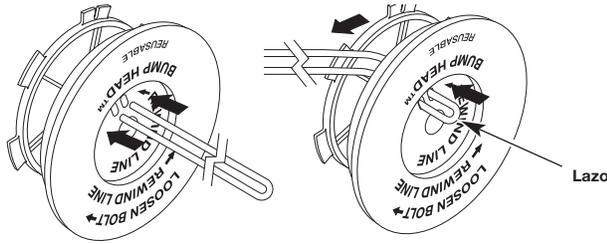

Fig. 30
6. Tome aproximadamente 6 m (20 pies) de nueva línea de corte, enlácela en dos longitudes iguales. Inserte cada extremo de la línea a través de uno de los dos orificios del carrete interior (Fig. 30). Pase la línea a través del carrete interior de modo que el lazo sea lo más pequeño posible.